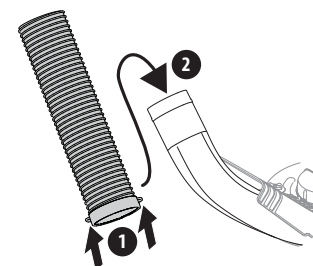

Figura 20
2. Deslice la manguera sobre el maletero montado en la plataforma de corte, como se muestra en la Figura 20.